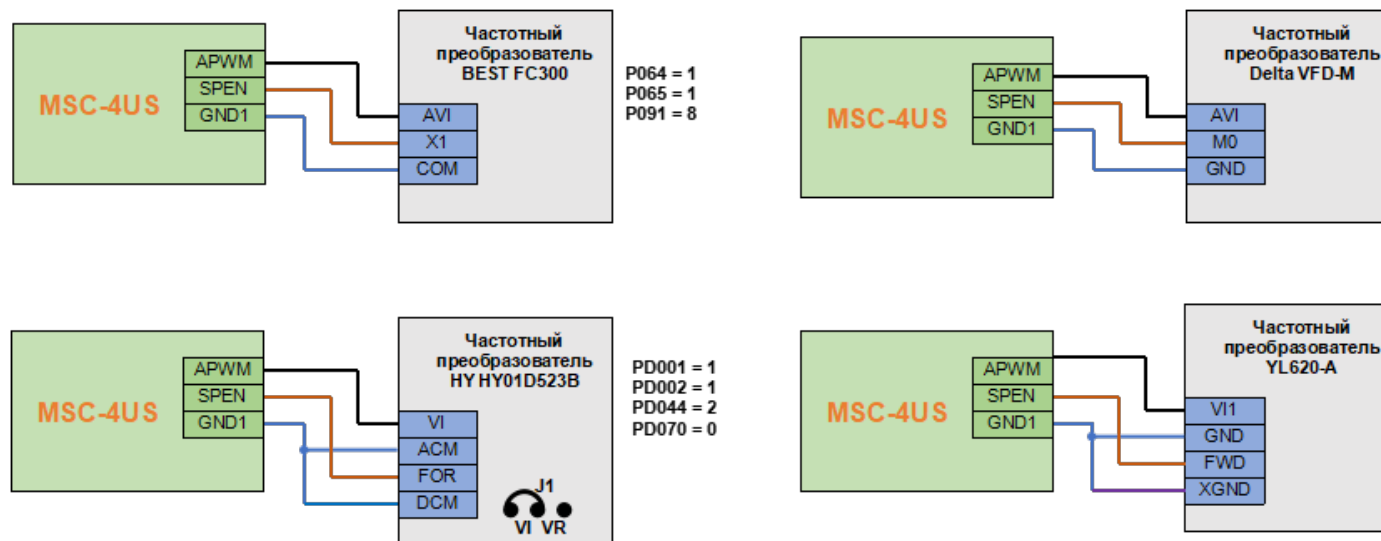

Рисунок 5: Схемы подключения популярных моделей частотных преобразователей
**APWM 0-10V** — аналоговое постоянное напряжение (с выхода фильтра нижних частот — сглаженный ШИМ-сигнал) — от 0 до 10V для управления скоростью вращения шпинделя (управление скоростью вращения с помощью напряжения). Установкой джампера XS27 диапазон аналогового напряжения меняется на 0-5V. На рис.5 представлены схемы подключения некоторых популярных моделей частотных преобразователей, а также приведены значения их конфигурационных параметров, на которые следует обратить внимание при настройке.